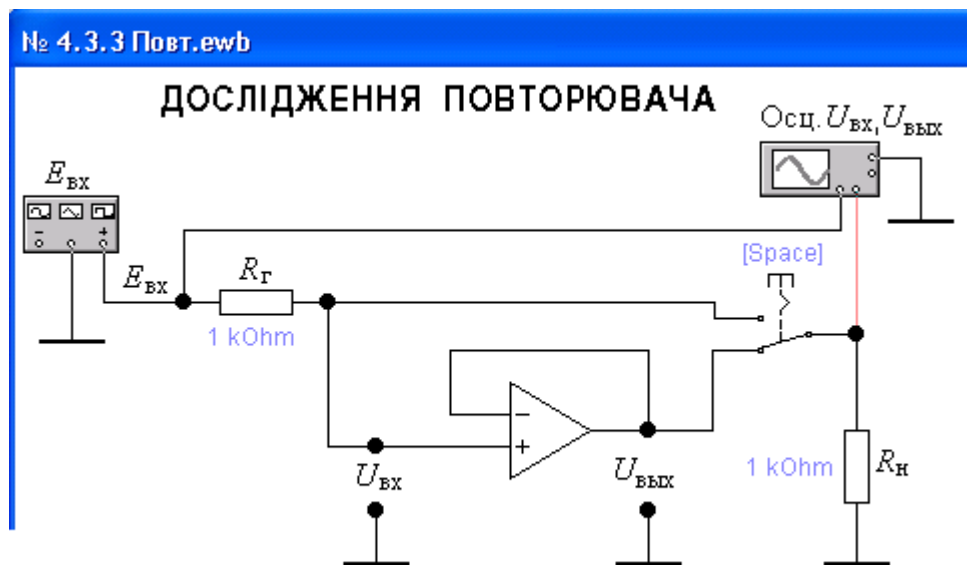

Рис. 11. Схема лабораторного стенда
4.5.1. Відкрийте файл “№ 2.2.3 Повт.” (рис. 11).